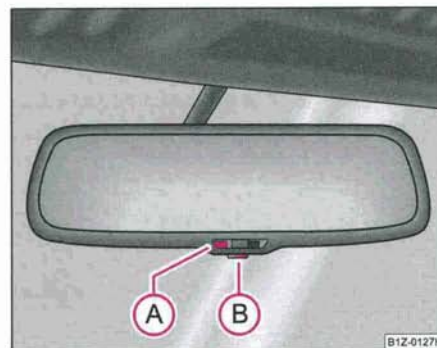

Fig. 58 Rétroviseur intérieur jour/nuit automatique
- Appuyez sur la touche (B) - le témoin (A) s'allume ⇒ fig. 58.